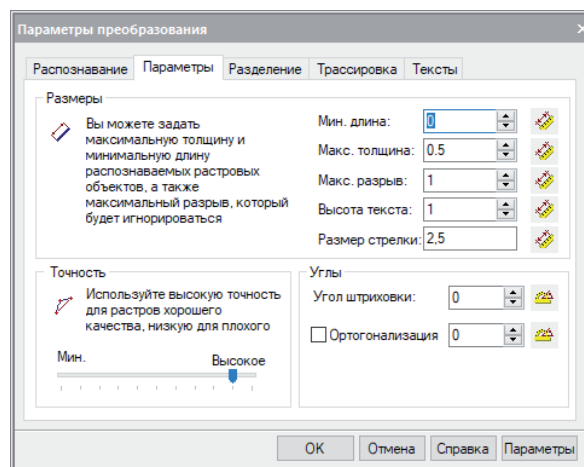

Рис. 10. Параметры преобразования
- 5.2. Настроим работу алгоритмов распознаваемых примитивов во вкладке *Параметры* (рис. 10).